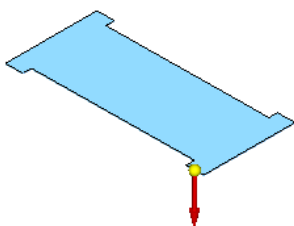

图 4.8.4 定义材料方向
(3) 定义材料厚度及方向。在命令条中单击“厚度步骤”按钮 定义材料厚度，在 厚度: 文本框中输入值 0.2，按 Enter 键，并将材料加厚方向调整至图 4.8.4 所示的位置后单击。
(4) 单击命令条中的 完成 按钮，完成特征的创建。